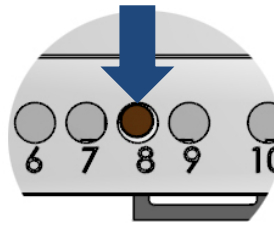

Abb. 8: Geräteneustart (*Reset-Taste*)
- ▶ Drücken Sie kurz mit einem spitzen Gegenstand auf die *Reset-Taste* (Abb. 8). Das Gerät wird neugestartet.